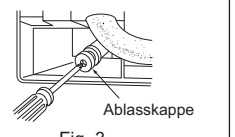

Fig. 3
- Bringen Sie die Ablasskappe in dem Bereich an der Rückseite des Innengeräts an, an dem der Ablaufschlauch angeschlossen werden soll. (Fig. 3)